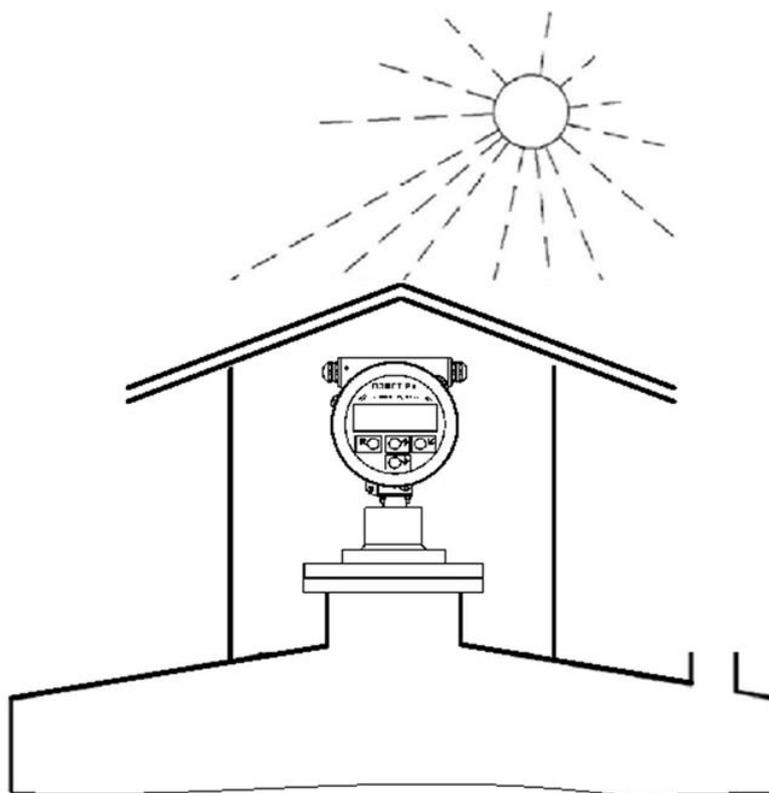

Рисунок 5 – Установка прибора с защитным козырьком
4.1.3.4 В условиях жаркого климата следует использовать козырек или навес для защиты прибора от прямых солнечных лучей (см. рисунок 5).